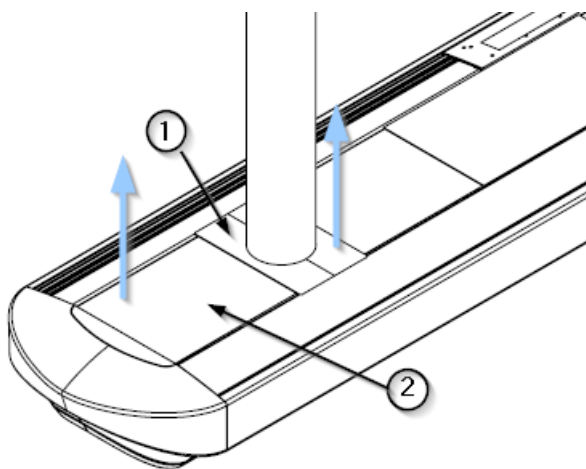

Fig. 8 Démontage des couvercles du corps principal
- À l'aide d'un outil à bec plat et en prenant soin de ne pas endommager la peinture des couvercles supérieurs, retirez les couvercles inférieurs des tuyaux de descente ①, qui sont fixés par pression. Voir la figure 8.
- Retirez ensuite les couvercles supérieurs du corps principal ②, qui sont également fixés à la main. Voir la figure 8.